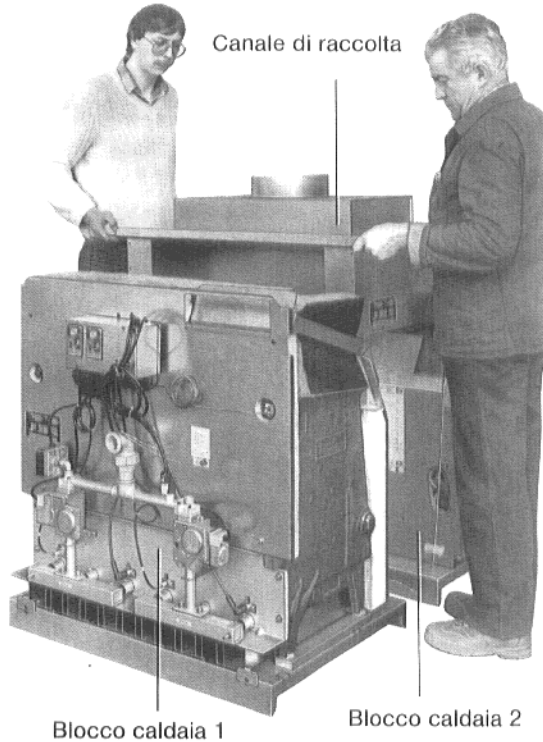
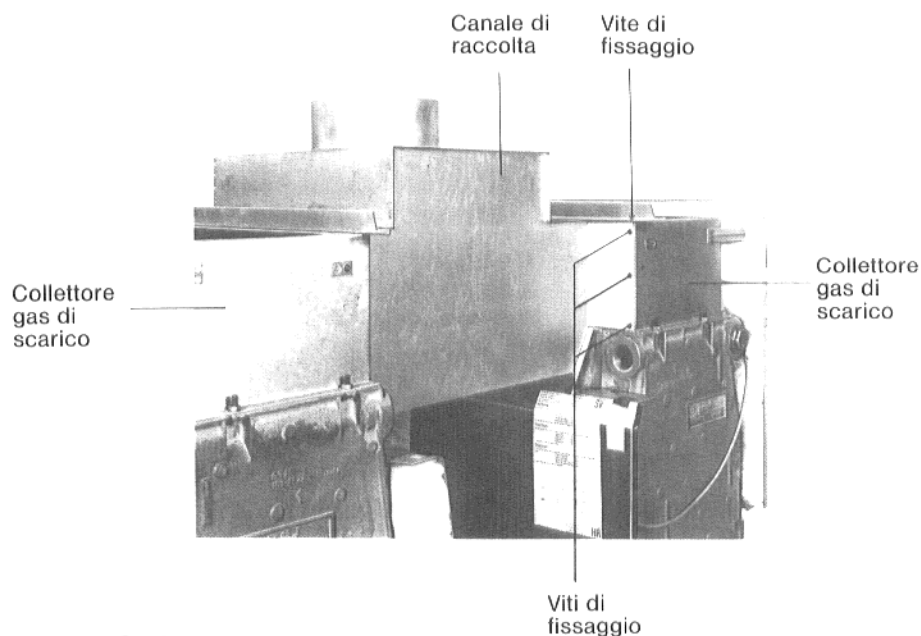

Fig. 8: Disposizione del canale di raccolta
Fig. 9: Canale di raccolta
- Piazzare il canale di raccolta da sopra, fra i collettori gas di scarico dei blocchi caldaia (Fig. 8) ed avvitarlo fissamente (Fig. 9).
11. Immettere a fondo le sonde nella guaina (pozzetto, Fig. 8). Le spirali in plastica vengono automaticamente espulse (Fig. 11). Le molle di compensazione devono essere coimmesse nella guaina (Fig. 11).